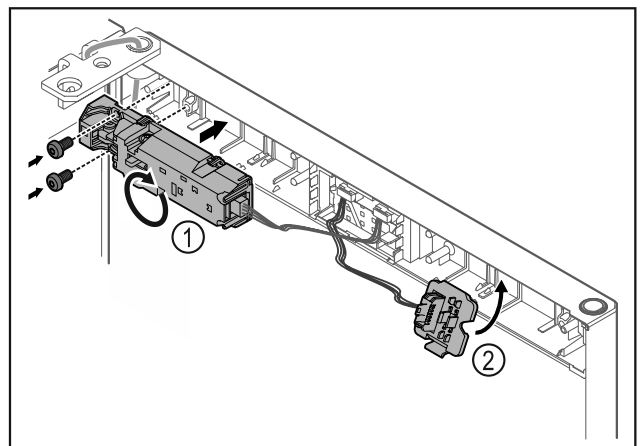

Fig. 19
- Fernschloss Fig. 19 (1) um 180° drehen und auf Gegenseite befestigen.
- Steckerhalterung Fig. 19 (2) auf Gegenseite einrasten.